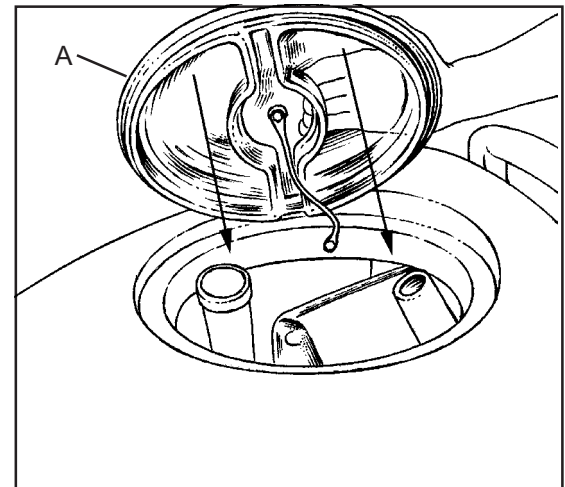

Abb. 23
6. Vergewissern Sie sich, daß der Verschuß des Schmutzwassertanks ordnungsgemäß sitzt. Siehe Abb.23.